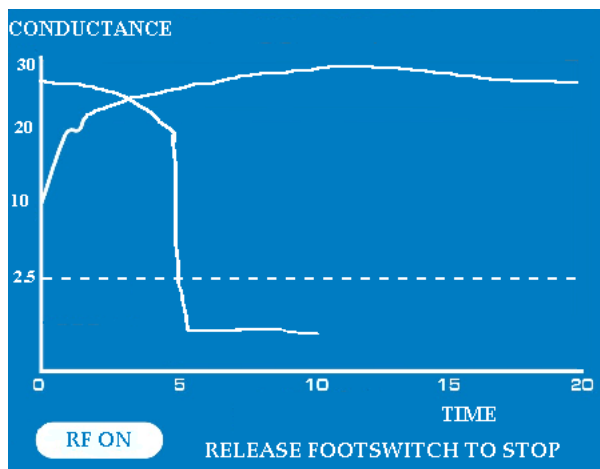

Figura 10: Reprezentarea grafică a conductanței acoperită, indicând modul RF ON pentru pensele Synergy
2. Apăsați lung pe comutatorul acționat cu piciorul pentru a iniția energia de ieșire prin RF. Energia de ieșire prin RF este oprită prin eliberarea comutatorului acționat cu piciorul sau la sfârșitul a 40 de secunde continue de furnizare a energiei. Ecranul de afișare al unității ASU trebuie să indice că generatorul este în modul RF ON (a se vedea **Figura 10**). Indicatorul RF ON de pe panoul frontal al ASU va fi aprins în albastru.
20 de secunde. Folosind măsurători ale conductanței, generatorul va determina când a fost atinsă o condiție de transmuralitate. Dacă nu se atinge condiția de transmuralitate în cele 20 de secunde afișate pe reprezentarea grafică a conductanței țesutului, graficul va acoperi cu un al doilea ecran și va afișa o continuare a conductanței timp de maximum 20 de secunde suplimentare (a se vedea **Figura 10**).